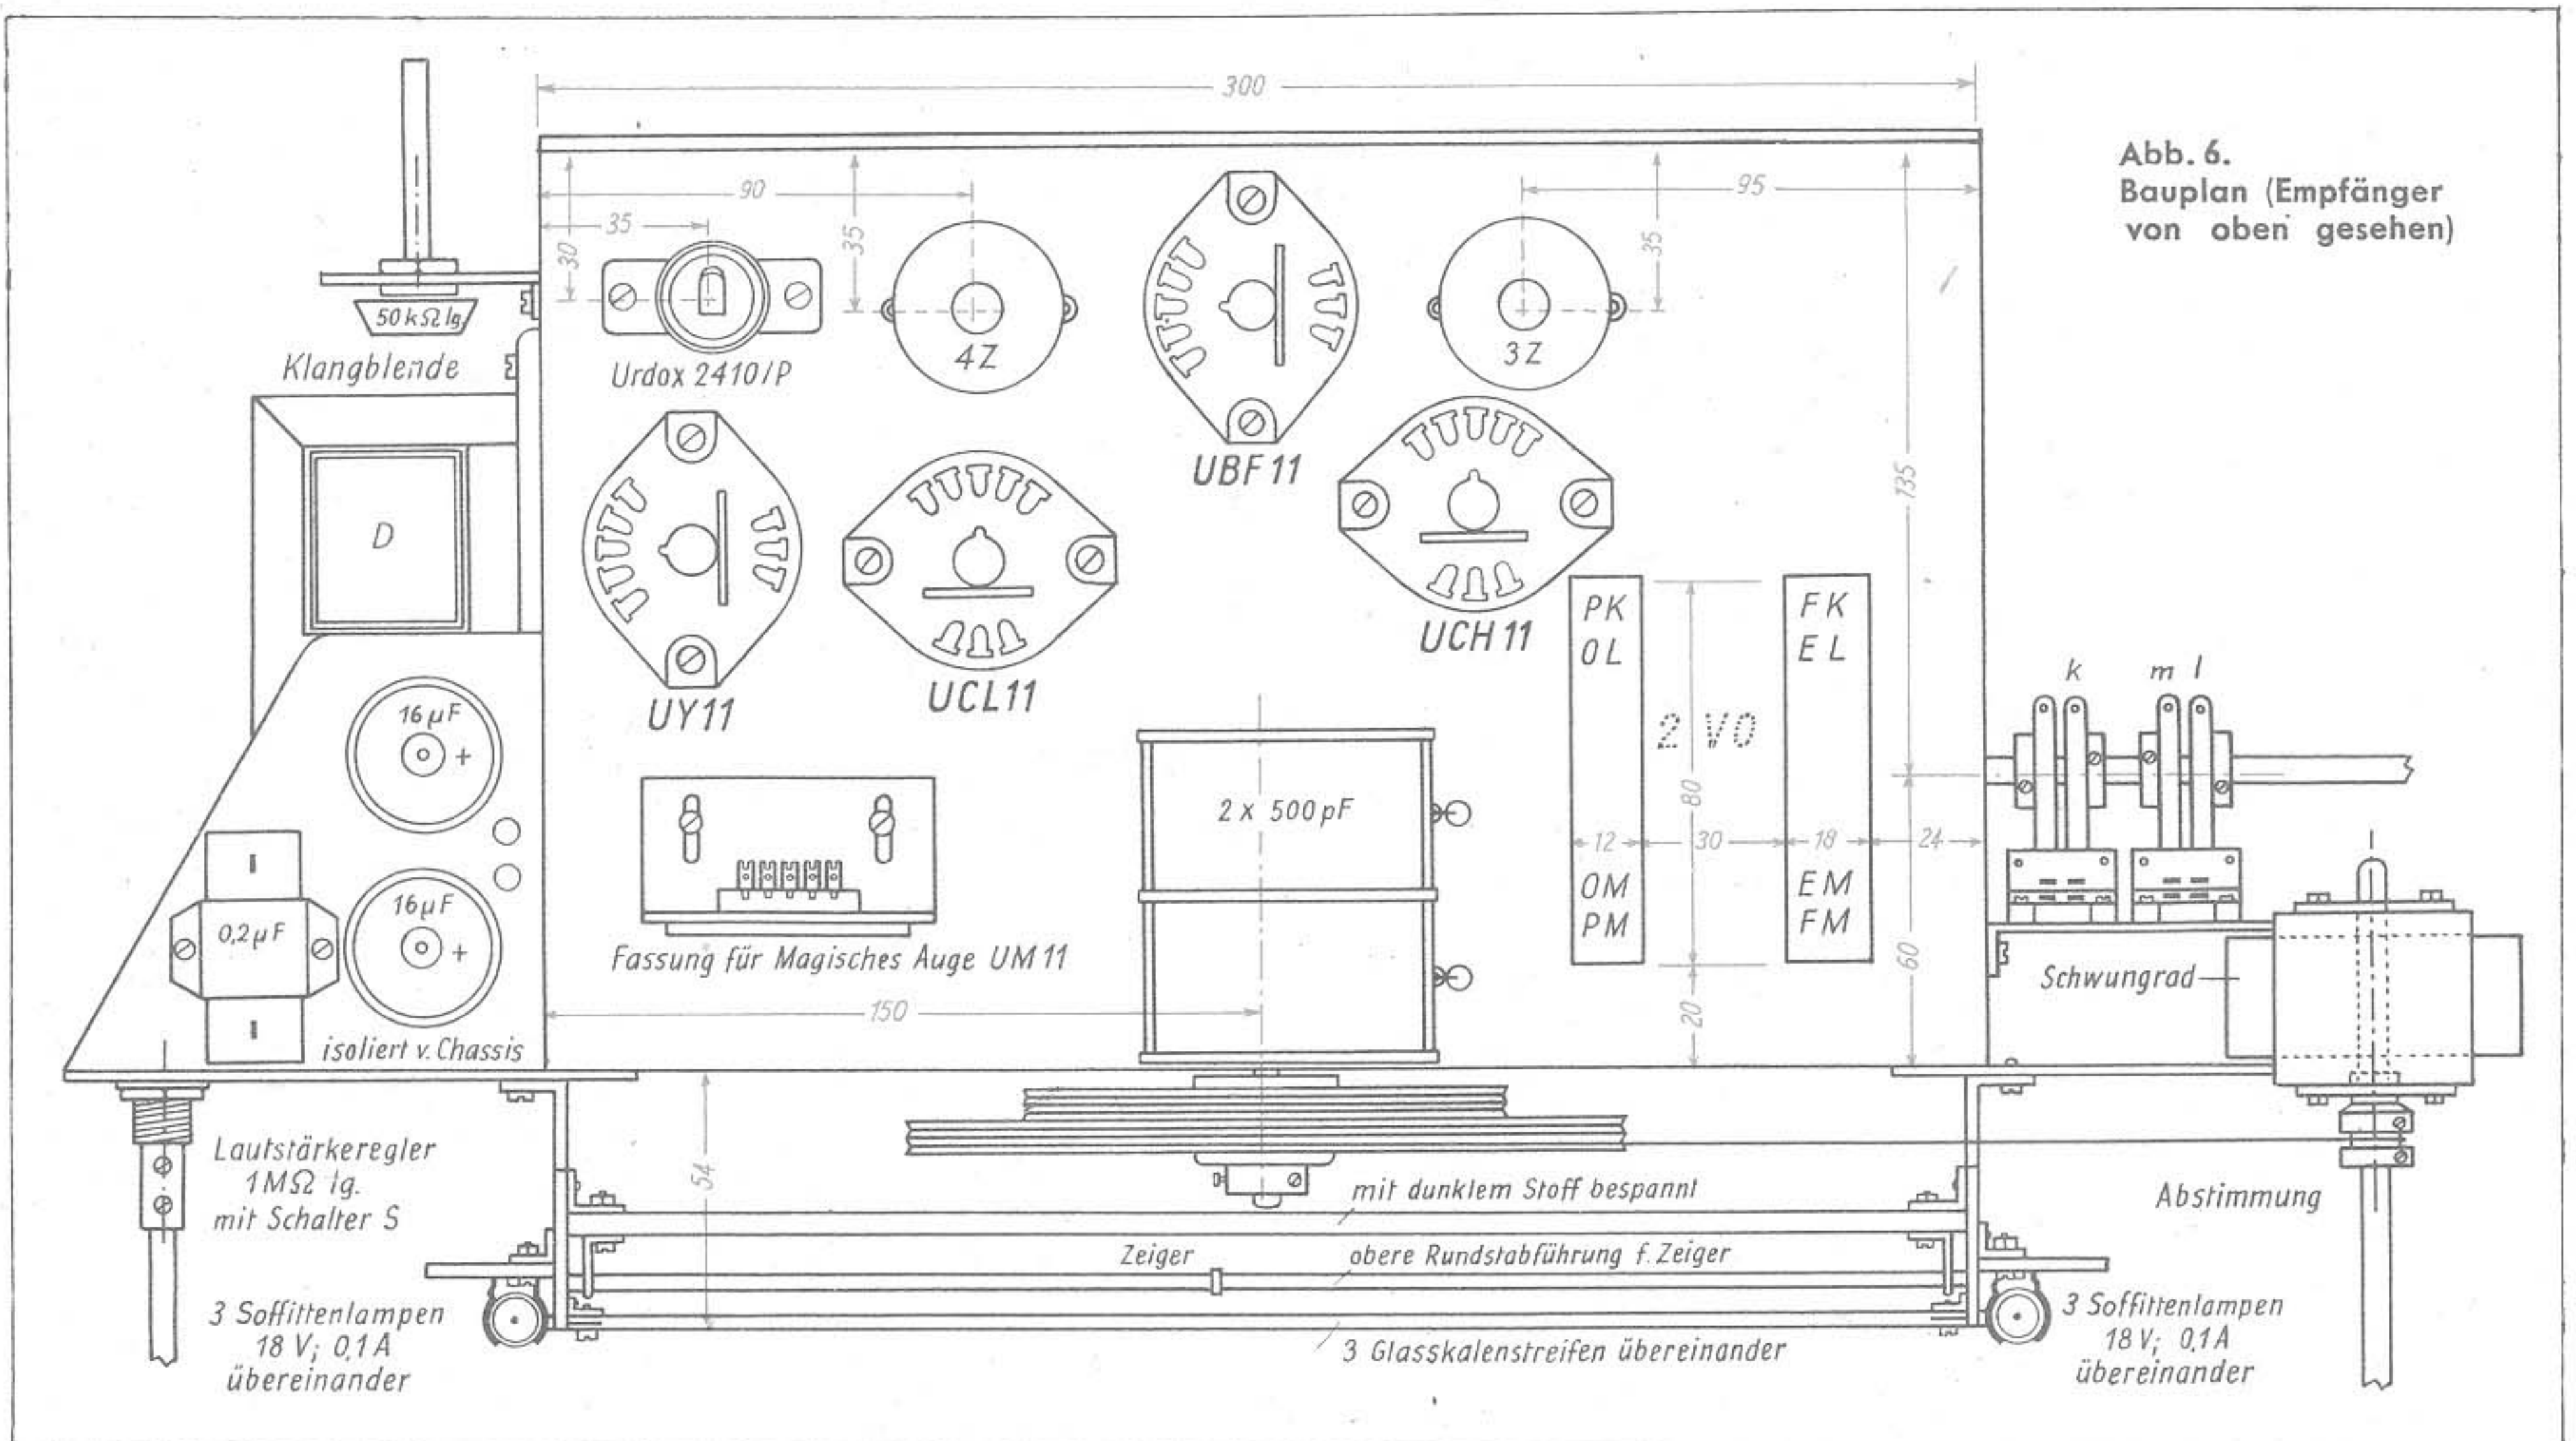

Abb. 6. Bauplan (Empfänger von oben gesehen)
f) Die Baupläne (Abb. 6 und 7) zeigen den Aufbau des Empfängerchassis mit den wichtigsten Maßen von oben und unten gesehen. Um Blech zu sparen, wurde ein vierseitig abgebogenes Alu-Chassis mit den Maßen $300 \times 195 \times 70$ mm von 1,5 mm Stärke benutzt, an das seitlich Blechstücke für das Schwungrad, den Lautstärkereglern, die Elektrolytkondensatoren und die von der Rückseite des Empfängers einstellbare Klangblende angesetzt wurden. Damit das Spulenaggregat 2 VO von oben bequem abgeglichen werden kann, sind die beiden angegebenen rechteckigen Öffnungen in der Chassisplatte vorzusehen. Die Netzanodendrossel wird an der Seitenwand angeschraubt. Die rückseitige Leiste des Chassis besteht — weil es sich um ein Allstromgerät handelt — zweckmäßig ganz aus Hartpapier.